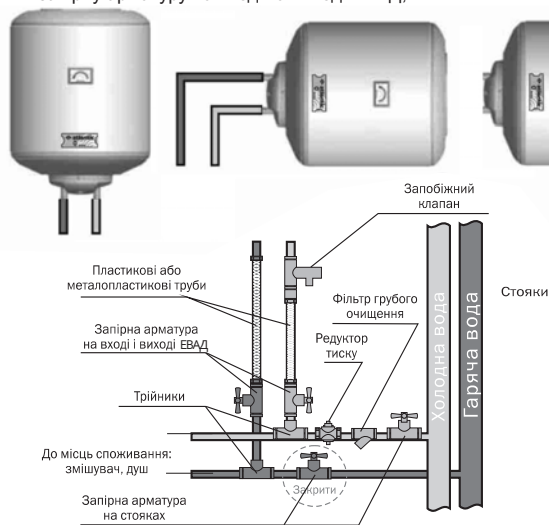
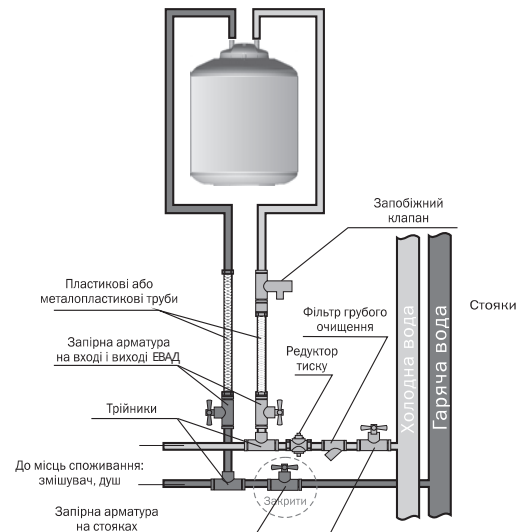

Рис. 5. Підключення ЕВАД у вертикальному / горизонтальному положенні
Рис. 6. Підключення ЕВАД, що встановлюється під мийкою
Підключення (рис. 5, 6):
**УВАГА! Підключення до системи водопостачання ЕВАД моделей O'Pro PC 10SB, PC 15S має виконуватися чітко у відповідності зі схемою, наведеною на рис. 6. Запобіжний клапан кріпиться на трубопроводі осторонь від ЕВАД. При встановленні моделей Seatite в горизонтальному положенні патрубок подачі холодної води (помічений синім кільцем) повинен бути розташований знизу, а патрубок гарячої води (помічений червоним кільцем) - зверху (рис. 5).**
**Увага! Один раз на місяць необхідно з запобіжного клапану видаляти вапняний осад і перевіряти чи його не заблоковано шляхом короткочасної установки тригера в горизонтальне положення, при цьому через зливний отвір витече невелика кількість гарячої води.** Для чого спочатку потрібно перекрити запірну арматуру на вході в ЕВАД (рис. 5, 6), а також відкрити кран гарячої води у місці споживання.